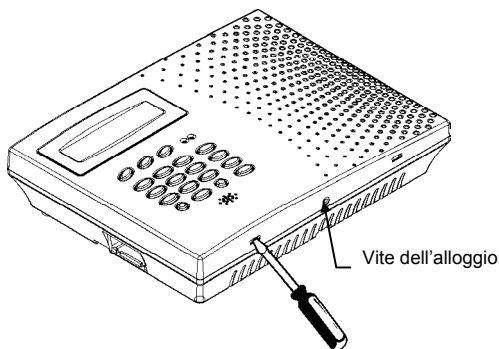

Figura 2.4: Aprire l'alloggio
3. Premere con prudenza le linguette di sgancio tramite un cacciavite, come indicato nella figura 2.4.
7. Collegare il cavo piatto piccolo tra il PCB (5) del GSM800 ed il PCB del pannello di comando (circuito principale).
8. Collocare la scheda SIM nel port scheda SIM (1).